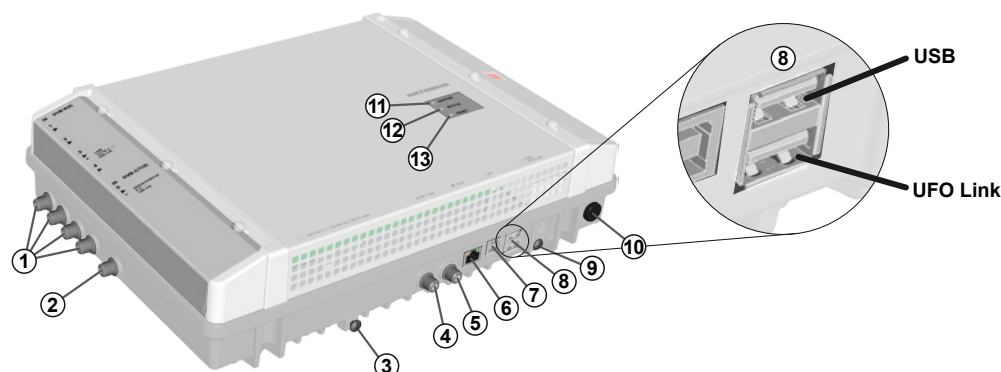

Abb. 1: Geräteelemente
- Schließen Sie eine Potenzialausgleichsleitung (Cu, $\geq 4 \text{ mm}^2$) an der Erdungsschraube an; siehe ⑨ in Abb. 1, S. 3.
- Die Stecker müssen am Master und Slave in die jeweils passende UFO Link-Schnittstelle gesteckt werden (⑧ in Abb. 1).
- Schließen Sie die HF-Signalleitungen für Antenne, Kabelnetz und Ausgang an die Kopfstellen an; siehe ①, ② und ⑤ in Abb. 1, S. 3. Achten Sie darauf, die Ein- und Ausgangsleitungen dem Master und dem Slave richtig zuzuordnen.²⁾